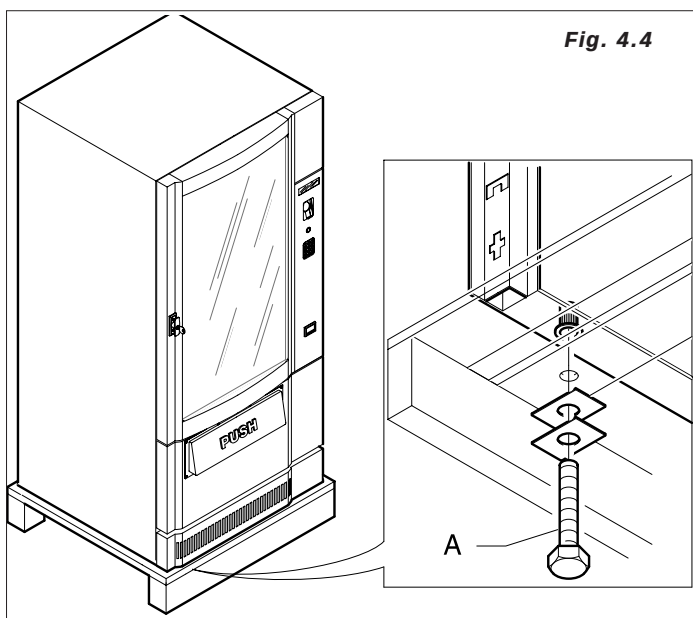

Fig. 4.4
- Desmontar las abrazaderas que sujetan el distribuidor al palé (Tornillos A). Bajar el distribuidor del palé (Fig. 4.4).